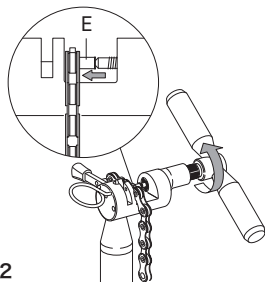

図12
- 一定の力で、工具のハンドルを回し (図12)、コネクト・ピン ウルトラ・リンク™ ULTRA-LINK 5-CN-SR700 (E) をチェーンの中に完全に挿入します。